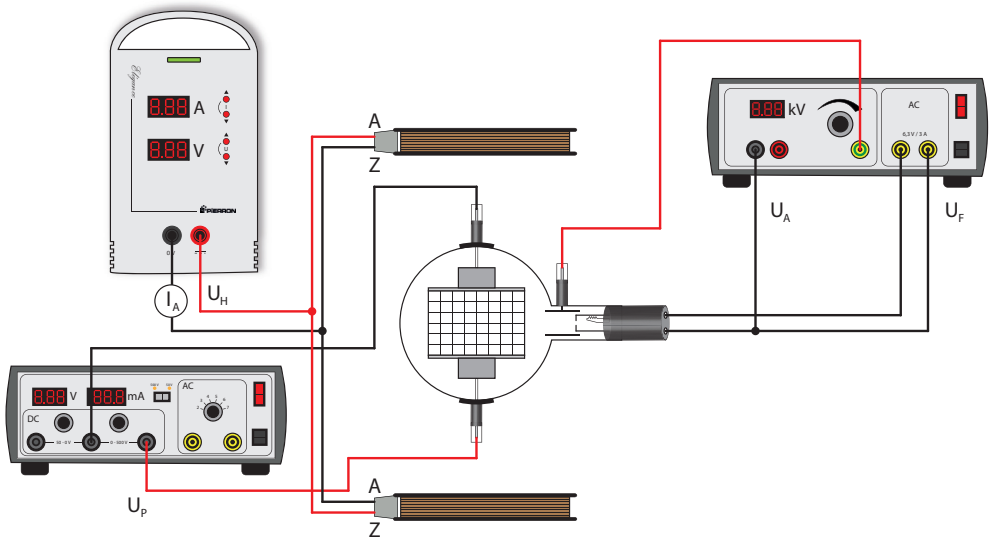

Figure 3
- Réalisez le montage comme le montre la figure 3.